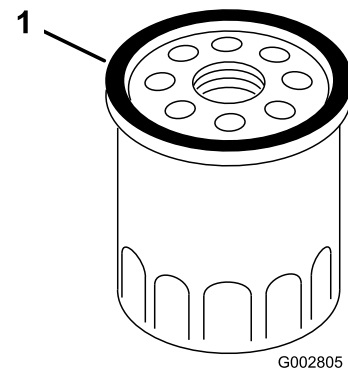

Figura 22
4. Usando el dedo, unte la junta del filtro nuevo con aceite (Figura 22).